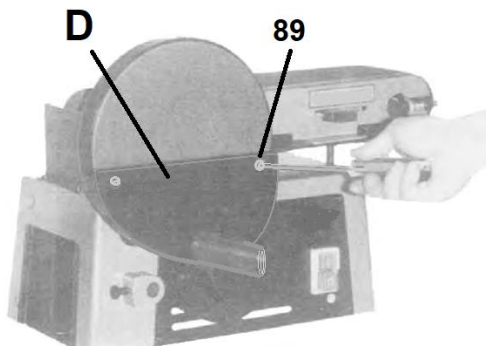

Abbildung 6-4: Montage Schleiftellerschutz
Den Schleiftellerschutz (D, Abb. 6-4) mit 2 Schrauben (89) befestigen.
Den Kunststoffdeckel (D, Abb. 6-4) entfernen.